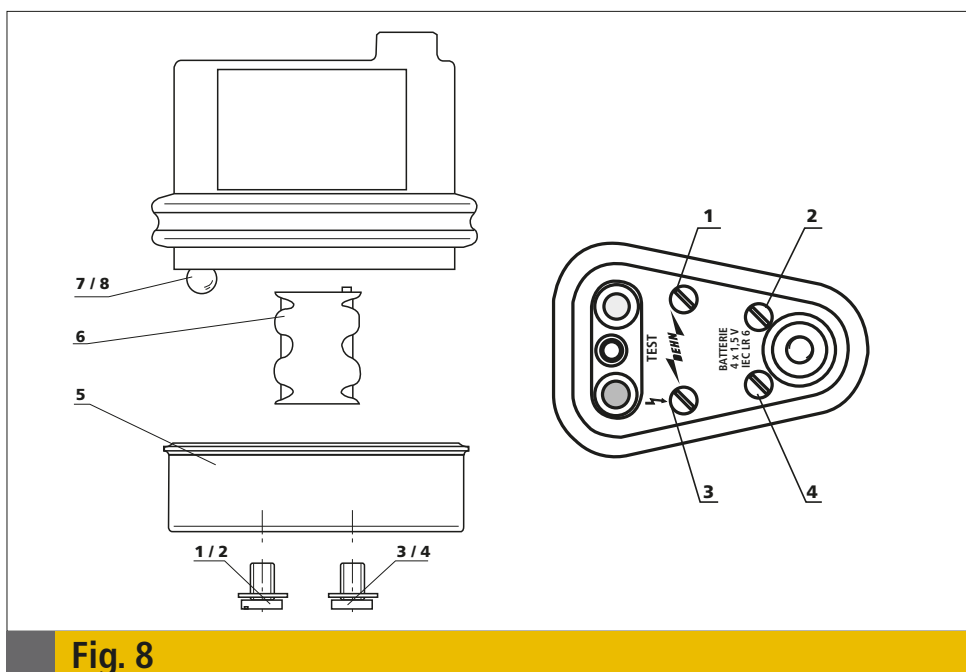

Fig. 8
8.1 Batteriewechsel (siehe Fig. 8, Seite 11)
8.2 Lampenwechsel (siehe Fig. 8, Seite 11)